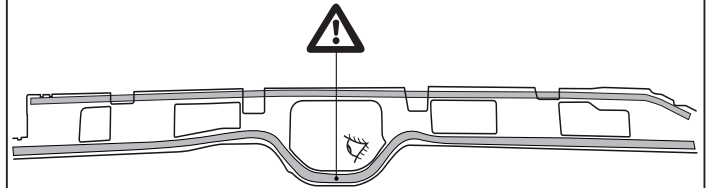

Fig. 3
9. **Если имеется/имеются:** Осторожно! При пилении позаботьтесь о том, чтобы не касаться датчика удара (kick sensor). См. рисунок 3.